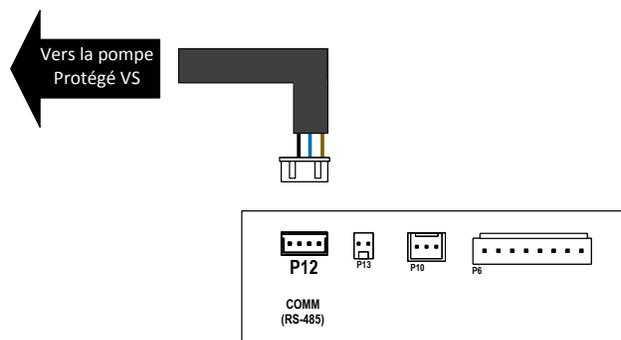

Figure 139. Câblage des relais 24 VCA
- Branchez le connecteur circulaire à détrompeur du faisceau de la pompe à la pompe. Consultez la Figure 139 pour plus d'informations.
- Connectez ensuite l'autre extrémité du faisceau RS-485 Modbus à la borne étiquetée « COM » [P12] sur la carte de contrôle. Voir Figure 139.